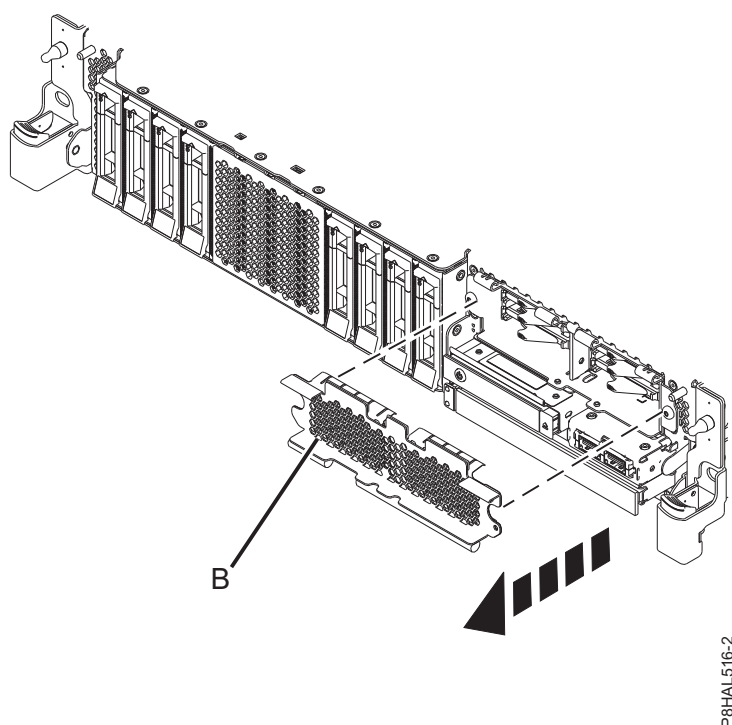

Figura 34. Extracció de la coberta del receptacle de l'SSD per accedir a les ranures en un sistema de funció expandida
14. Per accedir a les ranures de l'SSD, traieu la placa perforada (B) que tapa el receptacle de l'SSD tal com es mostra a la Figura 34.